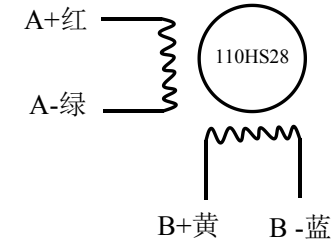

图 8 110HS28 接线示意图
- 2) 相是相对的，但不同相的绕组不能接在驱动器同一相的端子上（A+、A-为一相，B+、B-为另一相），110HS28 电机引线定义、串、并连接法如图 8 所示。